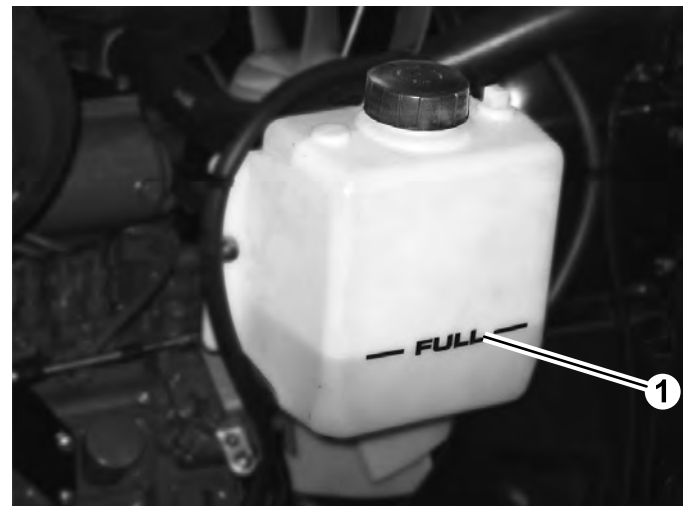

Bild 7
- Schrauben Sie den Kühlerdeckel und den Deckel vom Ausdehnungsgefäß vorsichtig ab (Bild 7).